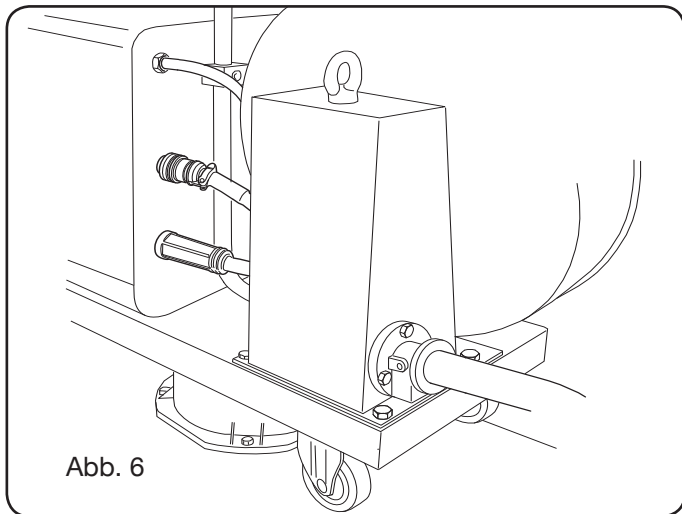

Abb. 6
- Das andere Ende der Zwischenverbindung **BA** an das Drahtvorschubgerät anschließen, wie es in Abb. 6 dargestellt ist.